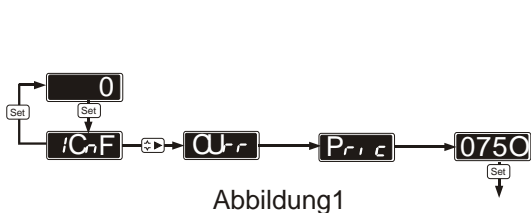

Abbildung 1
1) Einstellung des Primärstromes. Da 4 Stellen verfügbar sind wird als Anzeige 75,0A gewählt. Hierfür wird der Wert 0750 eingestellt (der Dezimalpunkt wird im nächsten Schritt eingestellt) siehe Abbildung 1.
1) Set the primary current value. As 4 digits are available we will seek for a 75.0 A indication, therefore the value 750 ( the decimal point is not now considered) must be entered.(Figure 1)